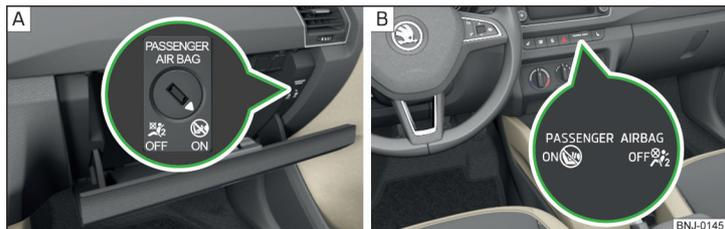

Fig. 12 Conmutador de llave para el airbag lateral del acompañante/Testigo para el airbag delantero del acompañante
El airbag frontal del acompañante se puede desconectar con el conmutador de llave » fig. 12 de la pág. 20 - A.
Posiciones del conmutador de llave » fig. 12 - A
- Gire con la llave del vehículo cuidadosamente la ranura del conmutador de llave » fig. 12 - A a la posición **OFF**.
- Compruebe si, tras conectar el encendido, se enciende el testigo **OFF**🚗 debajo del rótulo **PASSENGER AIRBAG** » fig. 12 - B.
- Gire con la llave del vehículo cuidadosamente la ranura del conmutador de llave » fig. 12 - A a la posición **ON**.
- Compruebe si, tras conectar el encendido, se enciende el testigo **ON**🚗 debajo del rótulo **PASSENGER AIRBAG** » fig. 12 - B.